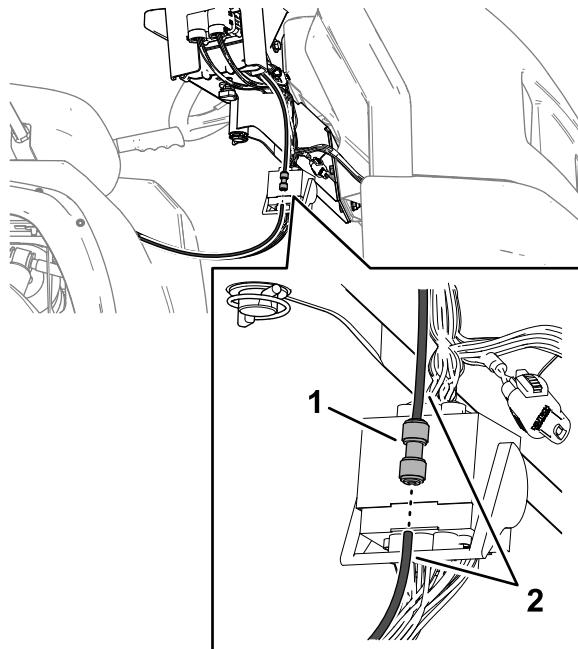

Figura 96
5. Retire uno de los tubos del sensor de presión del acoplamiento a presión, como se muestra en la Figura 96.